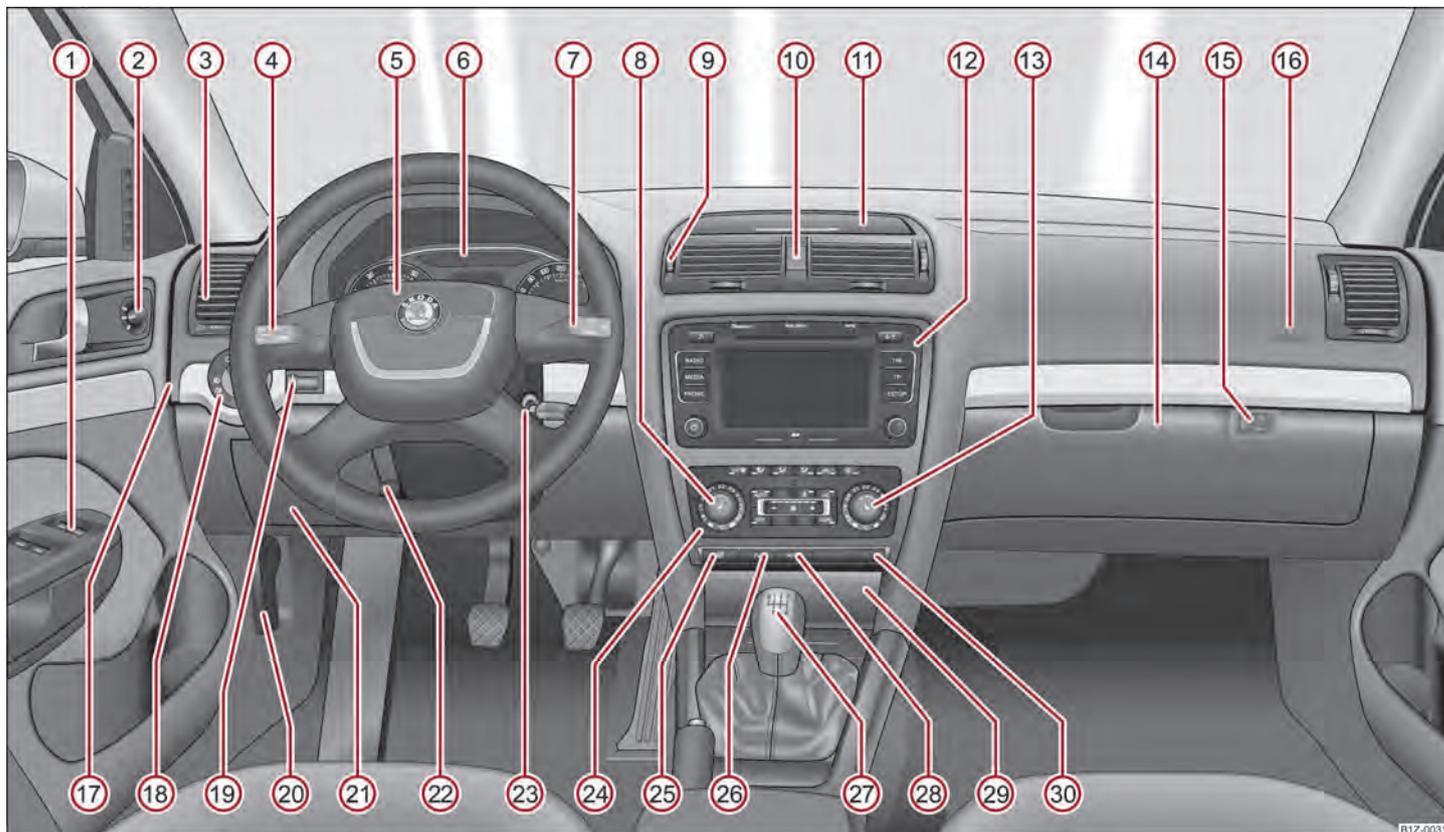

Fig. 1 Cockpit
- Em veículos com direcção à direita a disposição dos elementos de accionamento é em parte diferente ⇒ Fig. 1 da disposição mostrada. Os símbolos correspondem no entanto aos elementos de accionamento individuais. ■